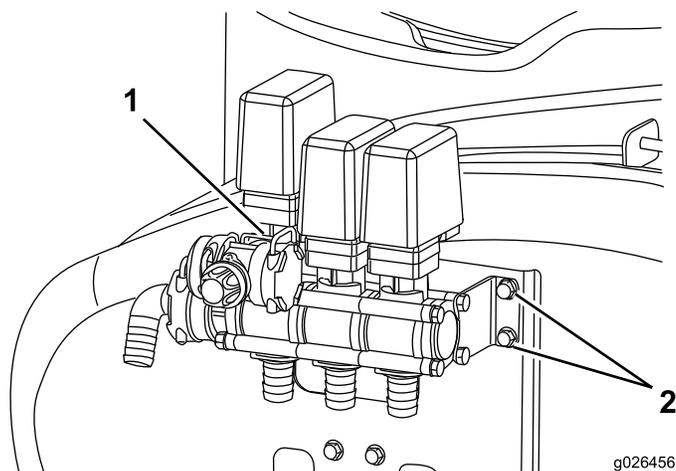

Figure 2
- Retirez la goupille et détachez la vanne de dérivation (Figure 2).
- Retirez les boulons pour déposer le bloc de vannes de la machine (Figure 2).